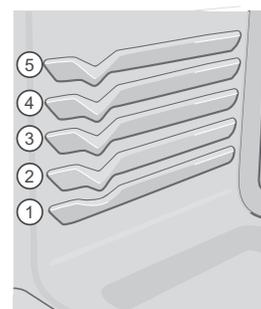
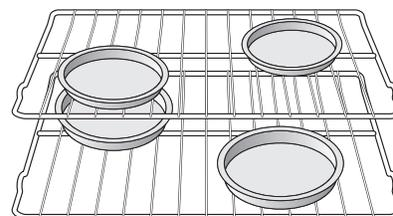

Figure 14 : Positions des grilles
Figure 15 : Espacement des plats
- Pour obtenir de meilleurs résultats lorsque vous utilisez deux grilles pour la cuisson de gâteaux, placez ces dernières aux positions 1 (pour une grille à glissière) et 4 (pour une grille plate) (Figure 14) et placez les moules comme illustré à la Figure 15.